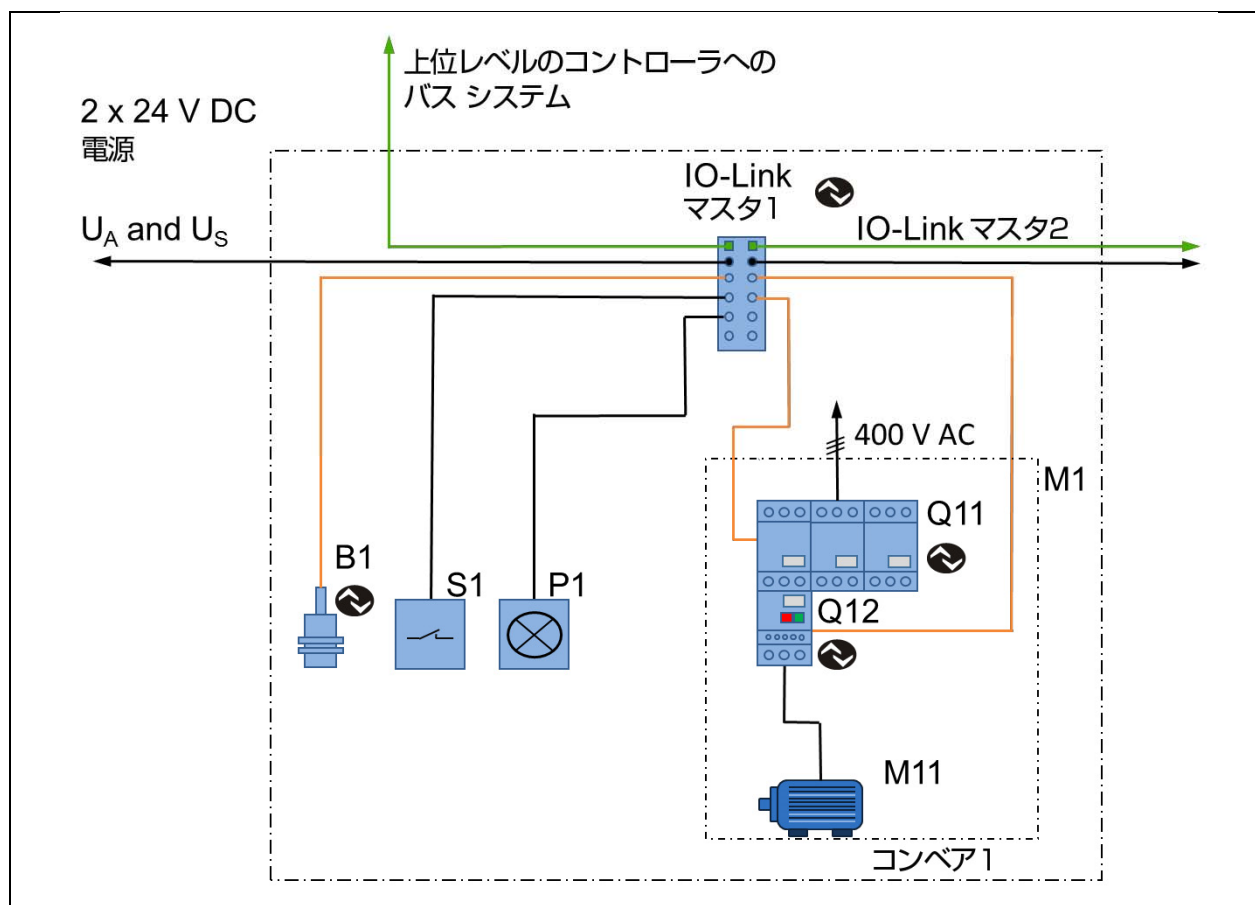
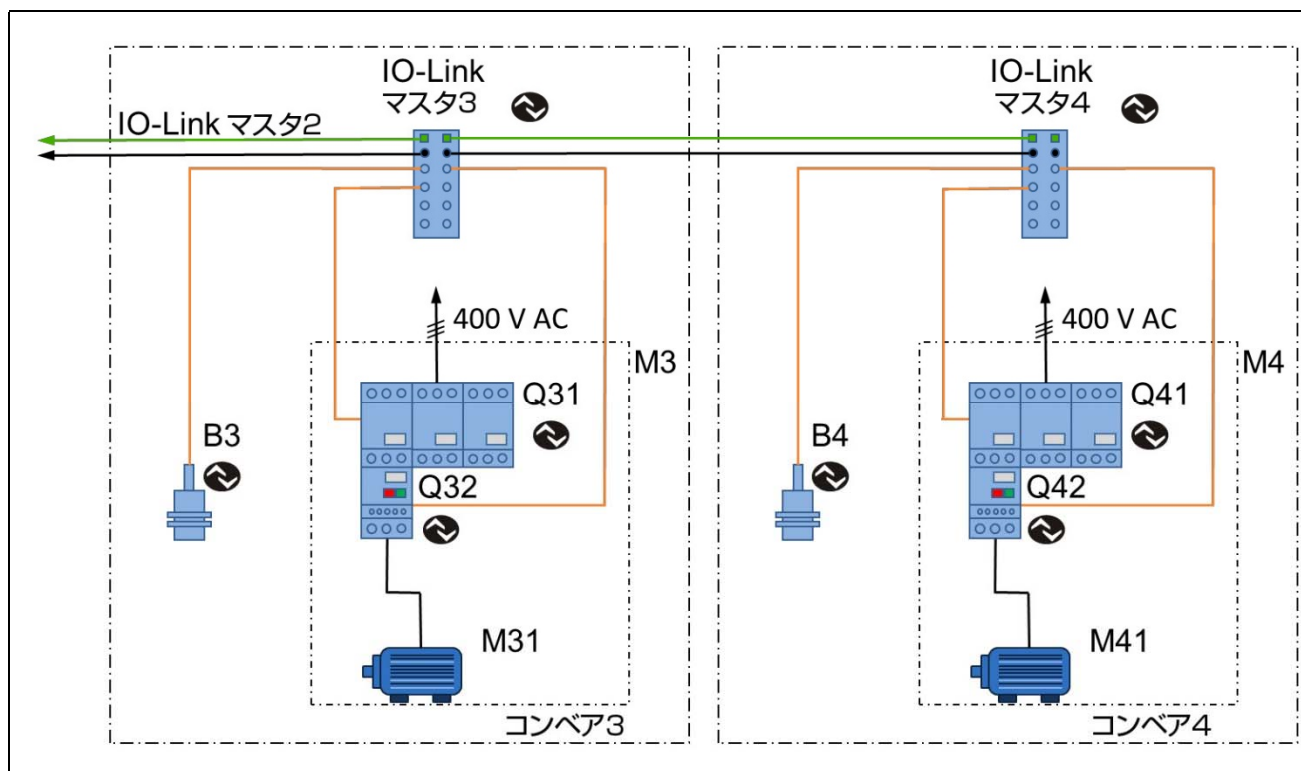

図16: コンベア1のトポロジ
図18: コンベア3、4のトポロジ
- 図16：コンベヤ1のトポロジ
- 図18：コンベヤ3,4のトポロジ
次の章では図16から図18でそれぞれのコンベアの配線を示します。